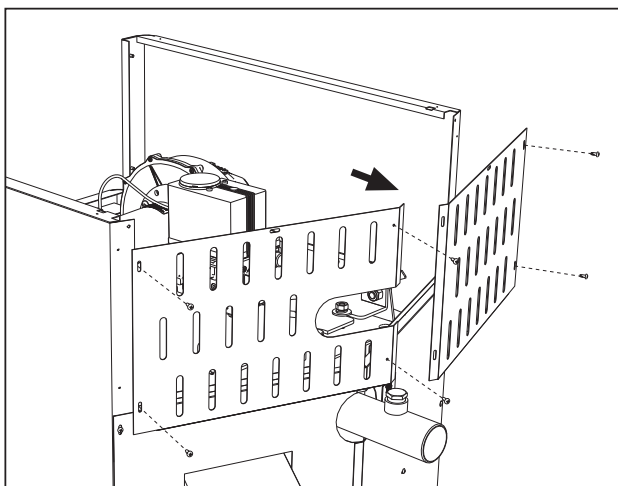

fig. 66
- Quite los paneles posteriores (fig. 66).